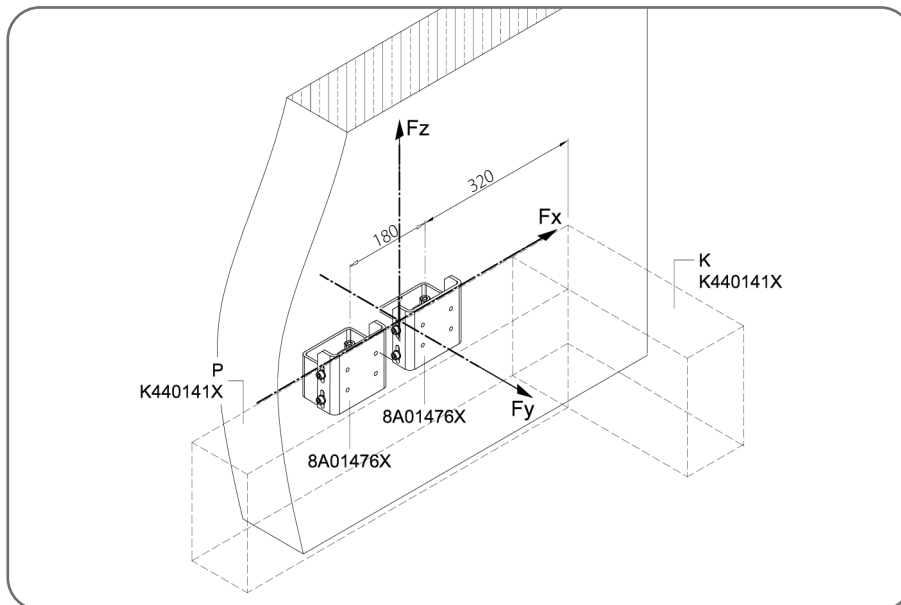

Fig. 6 Consolă de montare liniară 8A01476X
- Adâncime (soluri cu mișcări de teren): În cazul solurilor cu mișcări de teren (argilă, vályog, loess, nisip argilos), partea inferioară a fundației trebuie să se afle sub adâncimea locală de îngheț a solului, specificată pentru Polonia în intervalul 0,8 m – 1,4 m (conform Fig. 6).